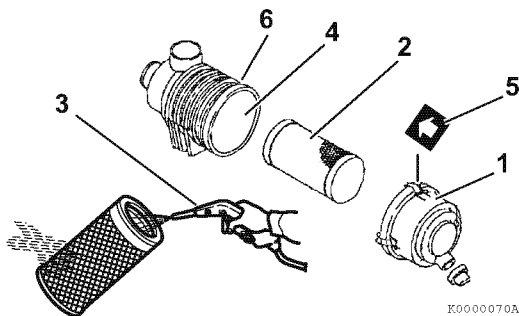
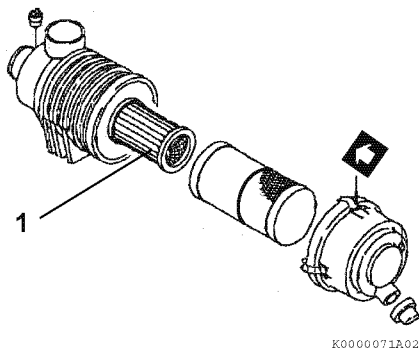

Рисунок 12
Рисунок 13
Примечание: Типовой воздушный фильтр на **Рисунок 12** и **Рисунок 13** показан только в пояснительных целях.
1. Разблокируйте и снимите крышку воздушного фильтра (1, **Рисунок 12**).
2. Извлеките элемент (2, **Рисунок 12**) (при наличии двух элементов — наружный).
3. Продуйте (3, **Рисунок 12**) элемент изнутри наружу сжатым воздухом под давлением 42-71 фунт/кв.дюйм (0,29–0,49 МПа, 3,0–5,0 кгс/см²), чтобы удалить засоряющие частички. Чтобы удалить пыль, не повредив элемент, используйте минимально возможное давление воздуха.
4. Если воздушный фильтр оснащен двумя элементами, извлекайте и заменяйте внутренний элемент (1, **Рисунок 13**), только если двигателю не хватает мощности или включается индикатор пыли (при наличии).
7. Установите элемент на место в корпус воздушного фильтра (4, **Рисунок 12**).
8. Установите на место крышку воздушного фильтра, совместив стрелку (5, **Рисунок 12**) на крышке со стрелкой на корпусе (6, **Рисунок 12**).
Меняйте элемент воздушного фильтра (2, **Рисунок 12**) каждые 500 часов, даже если он не поврежден и не загрязнен.
При замене элемента очищайте внутреннюю поверхность корпуса воздушного фильтра (4, **Рисунок 12**).
Если воздушный фильтр оснащен двумя элементами, извлекайте и заменяйте внутренний элемент (1, **Рисунок 13**), только если двигателю не хватает мощности или включается индикатор пыли (при наличии). Это выполняется в дополнение к замене внешнего элемента.